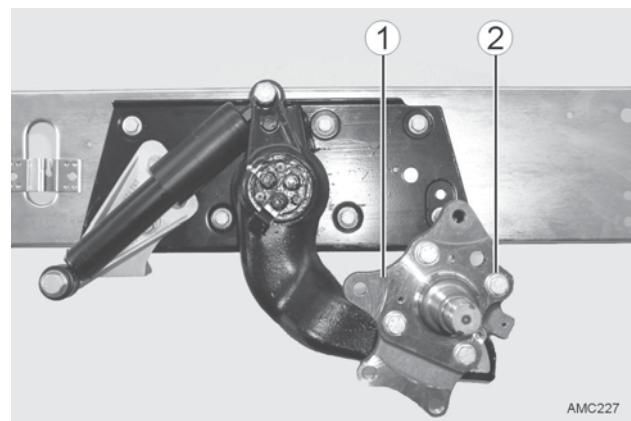

Bild 33
14. Achsstummel (Bild 33 - 1) gem. Montageanweisung des Basisfahrzeugherstellers abbauen.
4 Schrauben M14x1,5x55 (Bild 33 - 2):